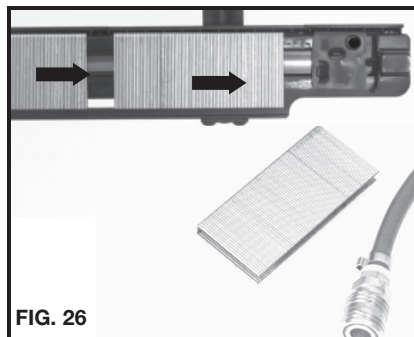

FIG. 27
2. Abra o engate de liberação rápida e abra a placa guia do prendedor (veja fig. 27).